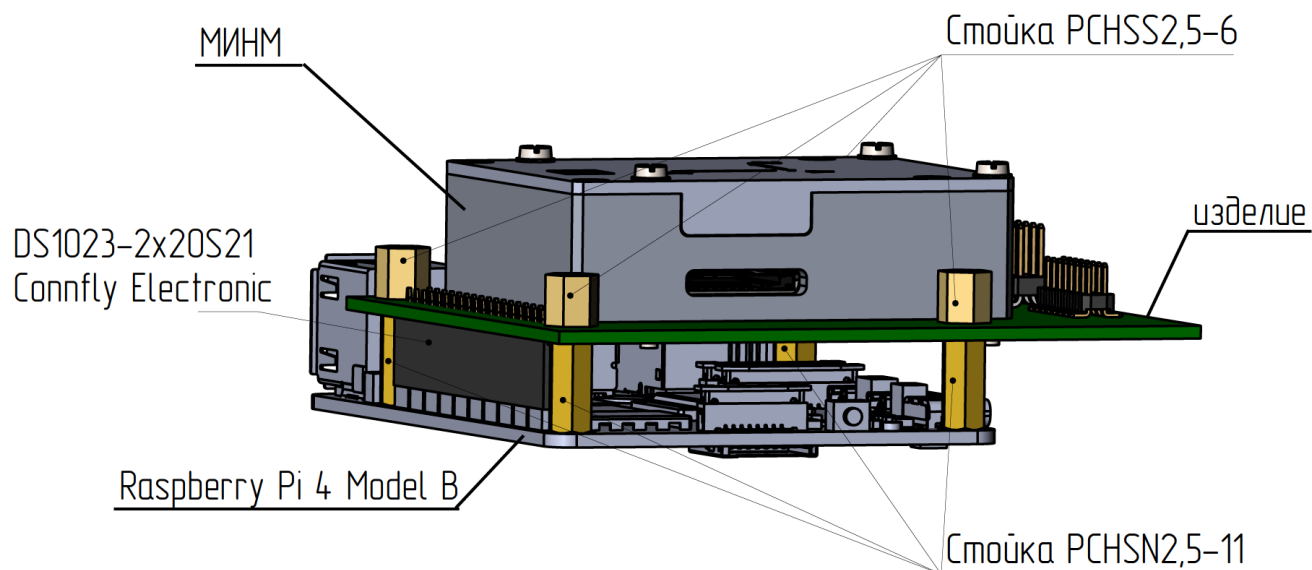

Рисунок 3 – Подключение изделия к Raspberry Pi 4 Model B
8.5 Для стыковки с Raspberry Pi 4 Model B необходимо использовать входящие в комплект монтажных частей изделия четыре стойки PCHSS2,5-6 и четыре стойки PCHSN2,5-11 (рисунок 3).